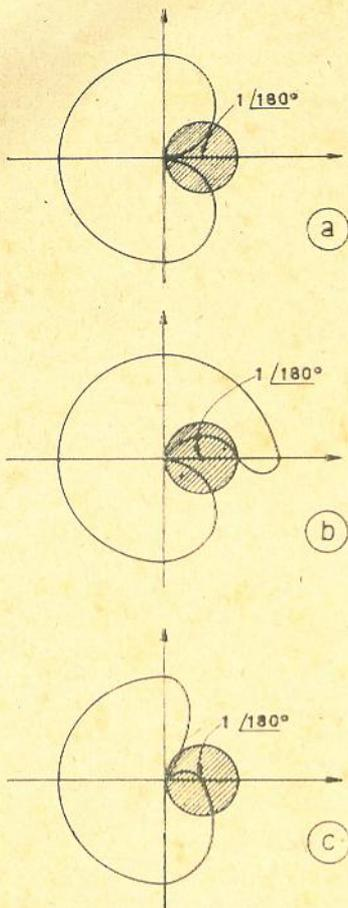
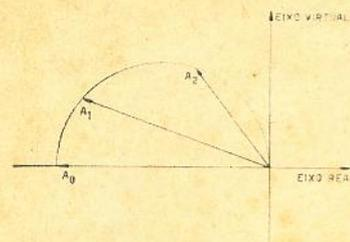

Figura 4
Figura 6
Na figura 4 estão ilustrados diagramas traçados para: a) amplificador de dois estágios, onde a curva penetra na área de realimentação positiva, porém, sem englobar o ponto 1
- * a curva determinada por $\beta A = F(f)$ não deve incluir o ponto K, sendo inclusive aconselhável que a curva não corte o eixo real (x) além do ponto K (como na figura 4-b);
* se a rotação de fase não for maior que 180° nas frequências zero e infinita, o amplificador será estável com qualquer valor de $-\beta A$ (é o caso da figura 4-a).
As características de transferência A de um elo RC, utilizado no acoplamento de dois estágios, podem ser representadas por um diagrama polar. O desvio de fase máximo que um RC pode atingir é de 90° e, como vemos na figura 6, quando a rotação atinge valores próximos de 90° , o sinal tende a zero, sendo zero na condição (teórica) de rotação de fase igual a 90° . Baseados nisto, podemos afirmar que um circuito composto de dois estágios acoplados a RC e realimentado é sempre estável, pois quando a rotação de fase atinge os 180° o sinal é pequeno demais (menor que $1/180^\circ$), não ocorrendo instabilidade (é o caso ilustrado na figura 4-a).